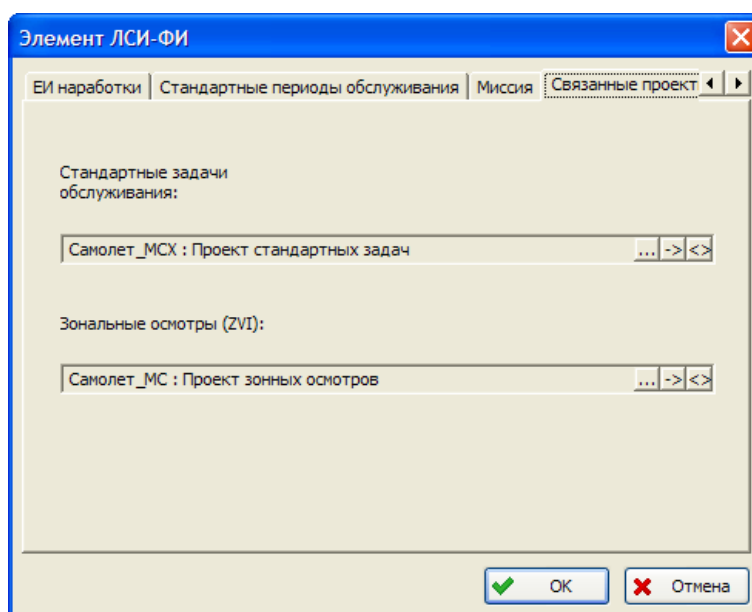

Рис. 1-8
4. В появившемся окне элемент ЛСИ-ФИ перейдите на вкладку **Связанные проекты** (рис. 1-8).